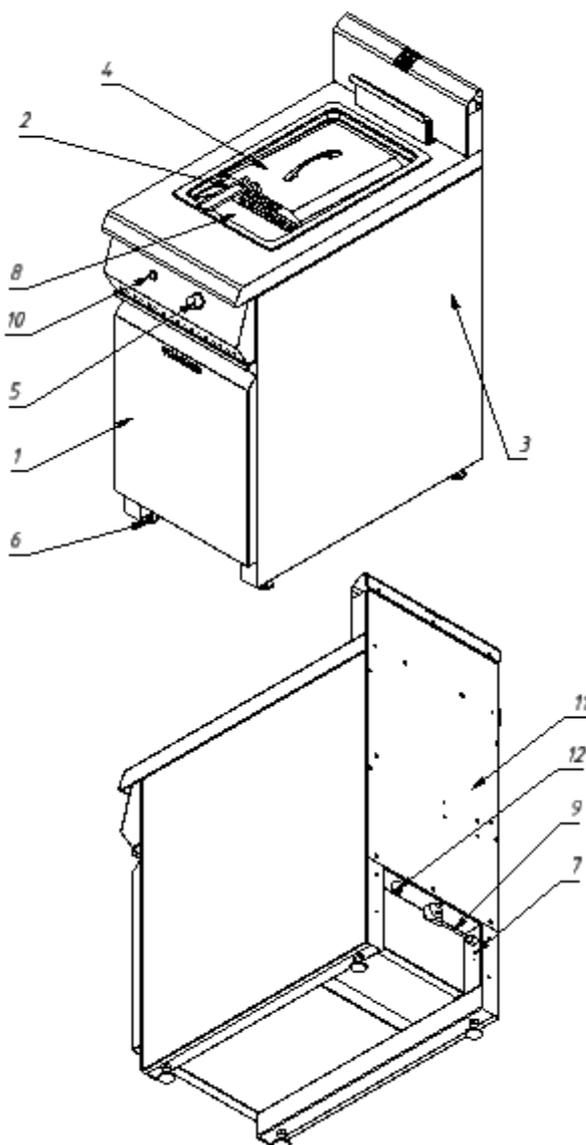

Рис.2 .
Основные части изделия указаны на рис.2 и перечислены в таблице.1.
7.2.1 Включить подачу электрического тока, подключив эл.вилку поз. (9)рис.2 в
7.3.1 Включить подачу электрического тока, подключив эл.вилку поз. (9)рис.2 в эл.сеть 220В.